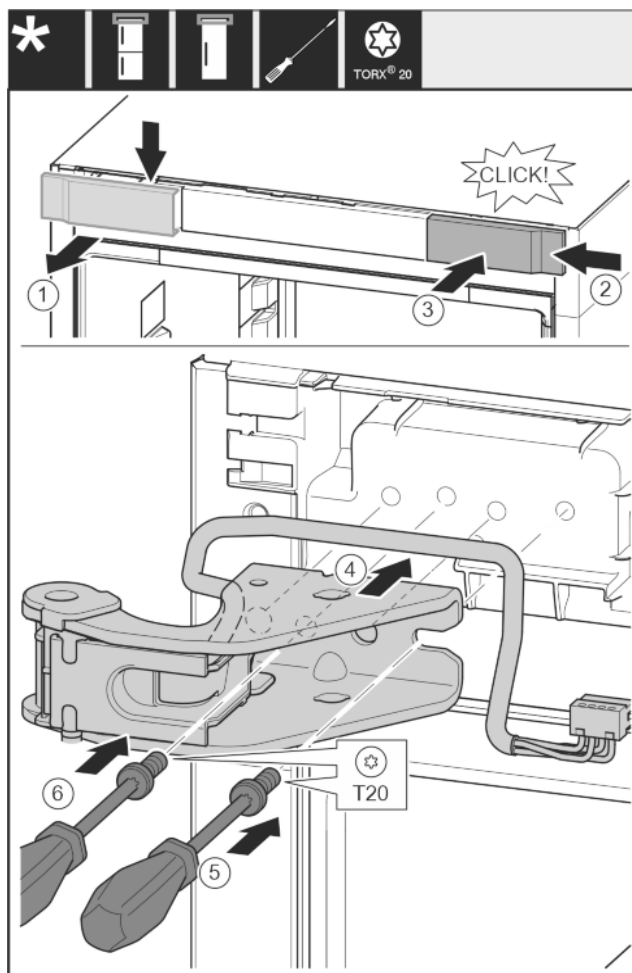

Fig. 25
- ▶ Abdeckung von oben nach vorne abnehmen. Fig. 25 (1)
- ▶ Abdeckung um 180° gedreht auf der anderen Seite von rechts einhängen. Fig. 25 (2)
- ▶ Abdeckung einrasten. Fig. 25 (3)
- ▶ Oberen Lagerbock ansetzen. Fig. 25 (4)
- ▶ Schraube mit Schraubendreher T20 ansetzen und festdrehen. Fig. 25 (5)
- ▶ Schraube mit Schraubendreher T20 einsetzen und festdrehen. Fig. 25 (6)